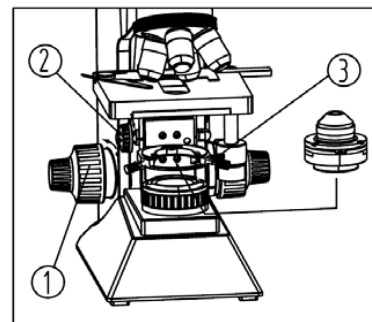

Figura 4
## ■ Condensador (figura 4)
1. Suba la platina mecánica, hasta su posición más alta, empleando el mando de enfoque macrométrico (1) (Figura 4).
2. Baje el soporte del condensador accionando el mando (2) (Figura 4) hasta una posición conveniente.
3. Afloje el tornillo de fijación del soporte del condensador (3) (Figura 4).
5. Apriete el tornillo de fijación del soporte y utilice el mando de elevación (2) para situar el condensador en una altura adecuada.